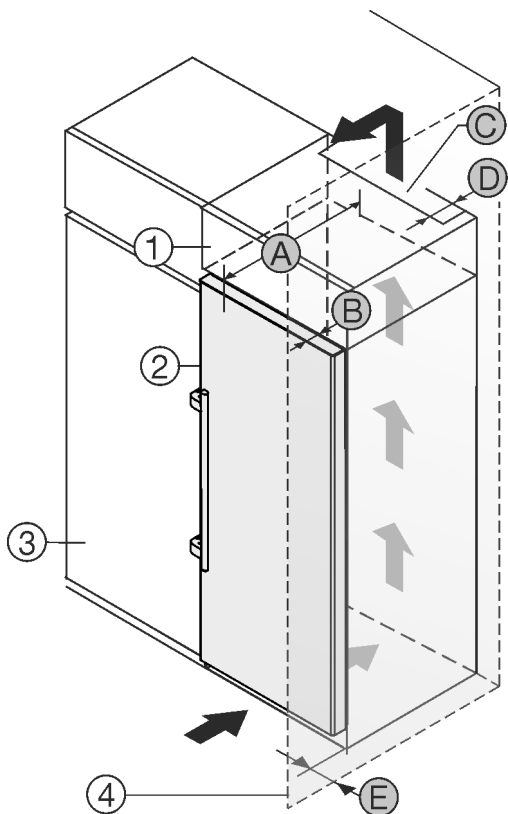

Fig. 20
Zariadenie môže byť zabudované medzi kuchynskými skriňami. Aby sa zariadenie Fig. 20 (2) prispôbilo výške kuchynskej linky, môže sa nad zariadením umiestniť nadstavná skrinka Fig. 20 (1).
Zariadenie môže byť zabudované priamo vedľa kuchynskej skrine Fig. 20 (3). Pre úplné otvorenie dverí musí zariadenie vyčnievať o hĺbku Fig. 20 (B) prednej časti kuchynskej skrine. V závislosti od hĺbky kuchynských skriň a použitia dištančných držiakov na stenu môže zariadenie prečnievať ešte viac.
- Na zadnej strane nadstavnej skrine musí byť vetracia šachta s hĺbkou Fig. 20 (D) cez celú šírku nadstavnej skrine.
- Pod stropom miestnosti sa musí dodržať prierez vetracieho otvoru Fig. 20 (C).
Ak je zariadenie umiestnené so závesmi vedľa steny Fig. 20 (4), musí sa medzi zariadením a stenou dodržať vzdialenosť Fig. 20 (E). To zodpovedá presahu držadla pri otvorených dverách.